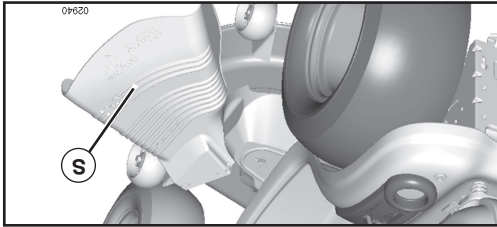

FIG. 8
- Pour tondre une grande surface, on vous conseille de commencer par tourner à droite, de façon à ce que l'herbe ne soit pas déversée sur les arbustes, les clôtures, les allées, etc. Après un ou deux tours, tondez en sens inverse en tournant à gauche jusqu'à ce que le travail soit achevé (Voir la Fig. 8).
## POUR UTILISER LA TONDEUSE (Voir la Fig. 8)